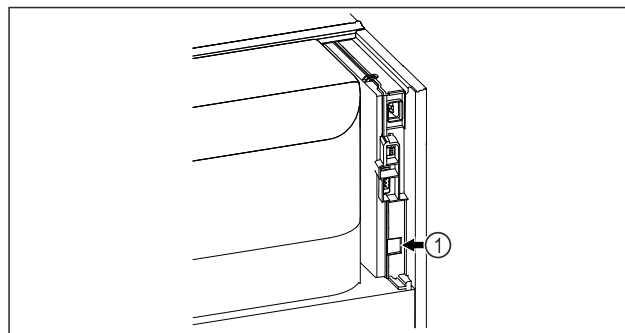

Fig. 84
- SmartModule Fig. 84 (1) se rabi.